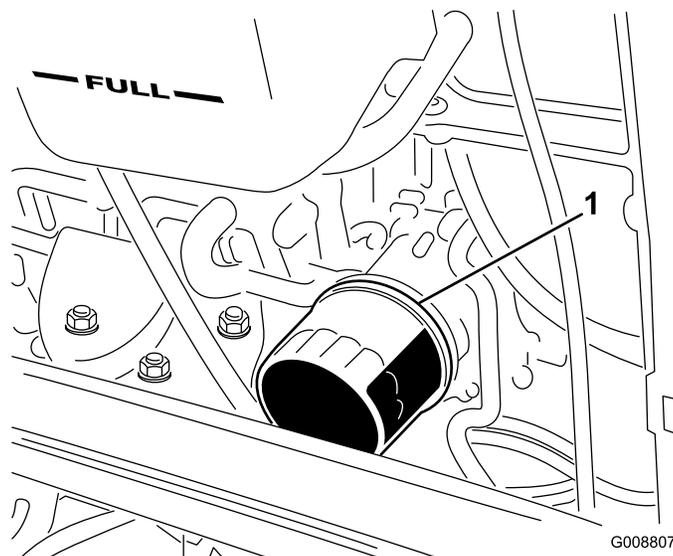

Figura 59
2. Retire el filtro de aceite (Figura 59). Aplique una capa ligera de aceite limpio al filtro nuevo antes de enroscarlo. No apriete demasiado.